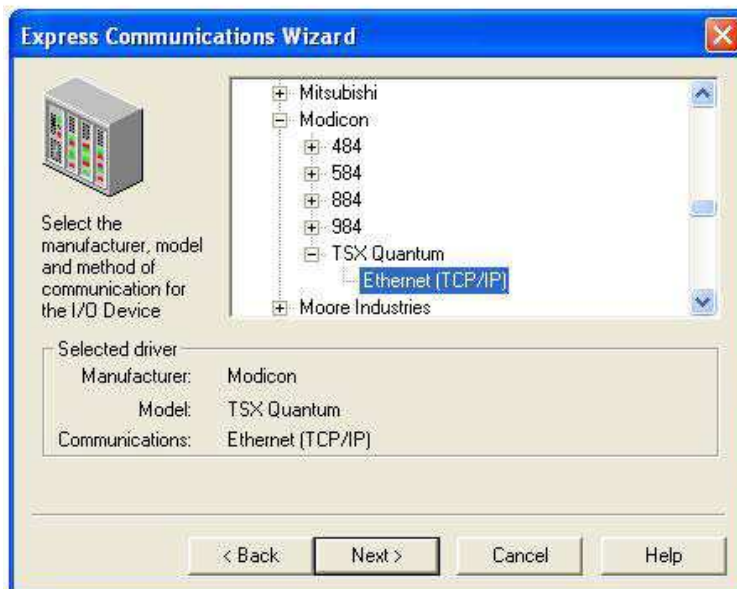

Рис. 8
2.6 Соединение между устройствами будет осуществляться по сети Ethernet. В следующем окне выберите раздел: **Select Drivers** → **Modicon** → **TSX Quantum** → **Ethernet (TCP/IP)** (Рис. 8) и нажмите **Next**.